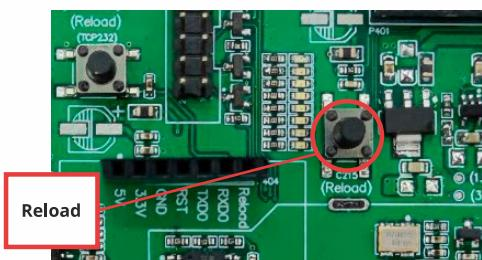
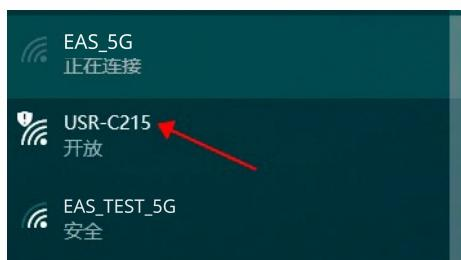

Рисунок 1-6
Рисунок 1-7
2. Сбросьте модуль C215 до заводских настроек: когда плата включена, нажмите кнопку «Reload» (рис. 1-6) на 8-10 секунд. Индикатор «готов/ready» погаснет, а затем снова загорится. В это время модуль C215 будет передавать сигнал Wi-Fi с именем «USR-C215», и ПК получит этот сигнал, как показано на рис. 1-7. Если ПК не смог найти этот WiFi, повторите описанные выше шаги сброса.